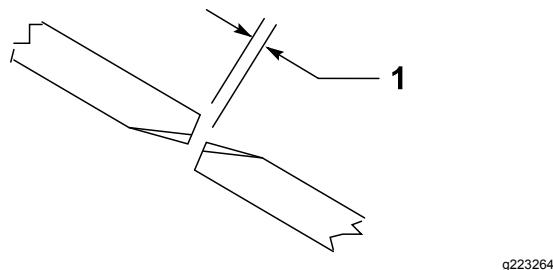

Figura 27
Para asegurar la operación correcta de la carcasa de corte, debe haber una separación de 10–16 mm entre los extremos de las cuchillas de las carcassas de corte laterales y central (Figura 27).
- Gire una cuchilla central y una cuchilla lateral de manera que las puntas estén alineadas. Mida la distancia entre los extremos de las cuchillas (Figura 27).